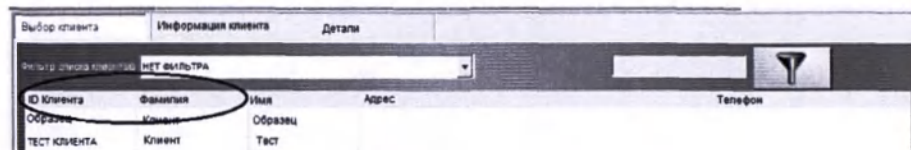

Рисунок 3-9. Сортировка списка пациентов
- Нажать на заголовок столбца Client ID (Идентификатор пациента) (Рисунок 3-9) для смены порядка сортировки (например, с убывания на возрастание).
- Нажать на заголовок столбца Last Name (Фамилия) (Рисунок 3-9) для сортировки списка в порядке убывания по фамилии. Нажать повторно для смены порядка сортировки.